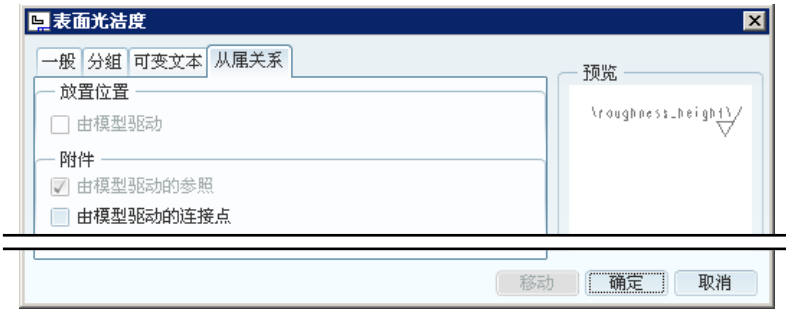

图 5.7.17 “从属关系”选项卡
Step4. 在图 5.7.17 所示的“**从属关系**”选项卡中，可以用于设置粗糙度符号与零件模型的从属关系。